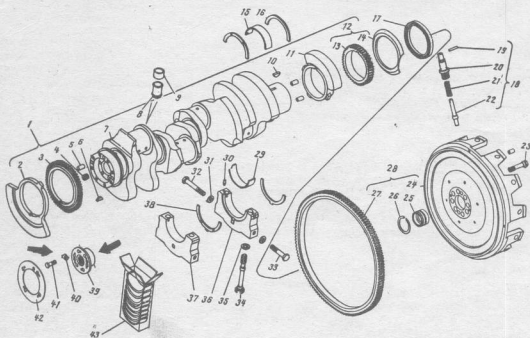

Рис. 6. Вал коленчатый и маховик:
12. Отогнуть усы замковых шайб 40 (Рис. 6), отвернуть болты 41 крепления с шайбами полумуфты отбора мощности к коленчатому валу и снять полумурфу 39 отбора мощности с коленчатого вала 7. (Зубило, молоток, головка сменная 17 мм, ключ с п. к., отвертка 6,5 мм).